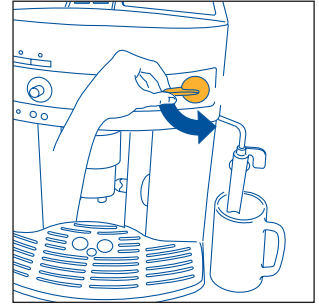
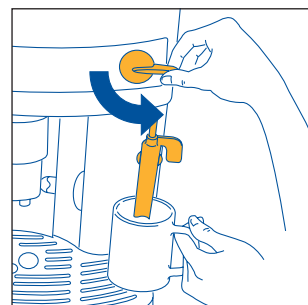
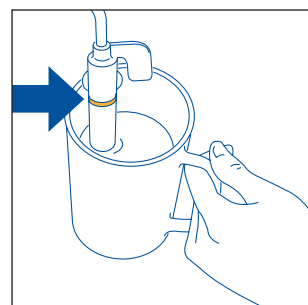

Fig.5
Fig. 23
Fig. 24
3. **IMMEDIATAMENTE DOPO, ENTRO MASSIMO 30 SECONDI** ruotare la manopola vapore in senso antiorario fino a fine corsa (fig.5) (è normale che la macchina diventi rumorosa).
- Ruotare la manopola vapore di mezzo giro in senso antiorario fino a fine corsa (fig. 5): l'acqua calda esce dal cappuccinatore e comincia a riempire il contenitore sottostante.
- **Subito dopo, entro massimo due minuti** (altrimenti la macchina ritorna automaticamente alla funzione caffè), immergere il cappuccinatore nel contenitore contenente il latte (fig. 23) facendo attenzione a non immergere la linea in rilievo sul cappuccinatore stesso (indicato dalla freccia di fig. 24). Ruotare la manopola vapore di mezzo giro in senso antiorario fino a fine corsa (fig. 5). (Attenzione a non scottarsi). Dal cappuccinatore esce il vapore che fa assumere un aspetto cremoso al latte e ne aumenterà il volume. Per ottenere una schiuma più cremosa, immergere il cappuccinatore nel latte e far ruotare il contenitore con lenti movimenti dal basso verso l'alto. (Si consiglia di erogare vapore per non più di 2 minuti di seguito).
- Far defluire un po' di acqua o vapore per qualche secondo ruotando la manopola vapore in senso antiorario fino a fine corsa (fig. 5). Con questa operazione, il tubo vapore scarica l'eventuale latte che può essere rimasto al suo interno. **IMPORTANTE:** Per motivi di igiene si raccomanda di fare sempre questa operazione in modo da evitare che il latte ristagni nei circuiti interni del cappuccinatore.